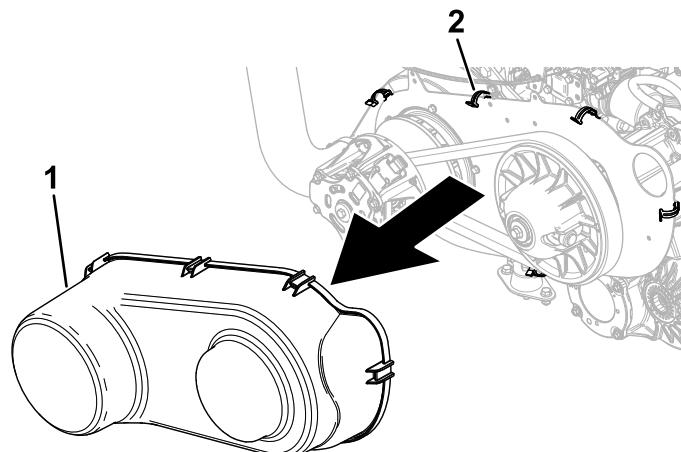

Figure 111
5. Débloquez les 6 clips élastiques qui fixent le protège courroie et déposez celui-ci (Figure 111).
- 8. Reposez le protège-courroie (Figure 111).
10. Reposez le protège-courroie (Figure 111).